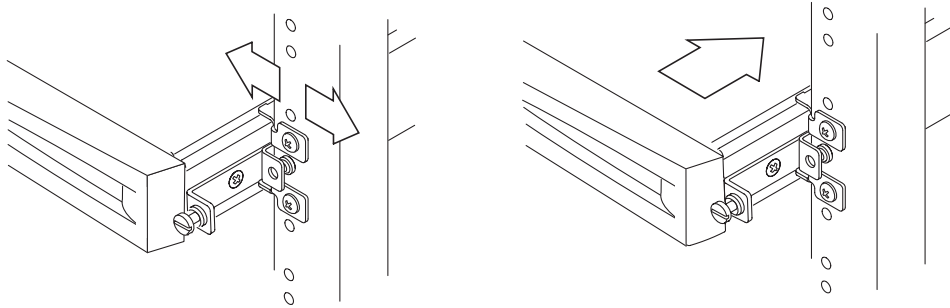

BILD 3-6 Justera skenorna och dra åt vingskruvarna
9. Rikta in skruvarna på sidan av systemet mot fästskenorna i racket (BILD 3-6).